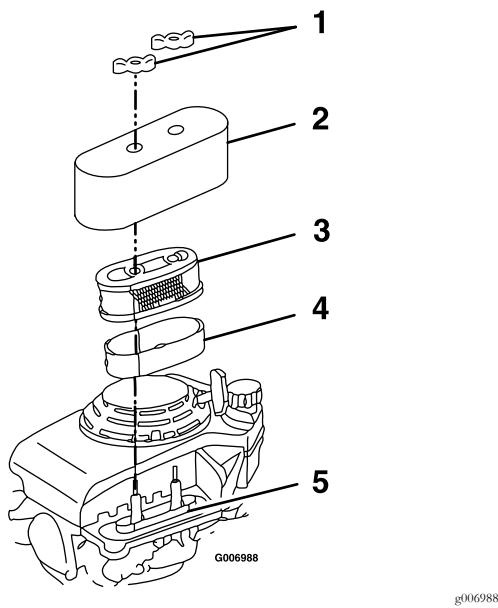

Figura 25
3. Retire las dos tuercas de orejeta que sujetan la tapa (Figura 25).